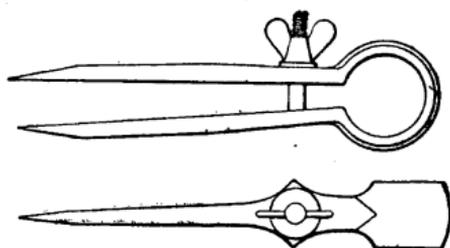

Fig. 150.
**COMPAS A RESSORT.** — Il y a aussi le compas droit à ressort (fig. 150) qui a la propriété d'être plus facile à régler que celui à secteur ; on doit